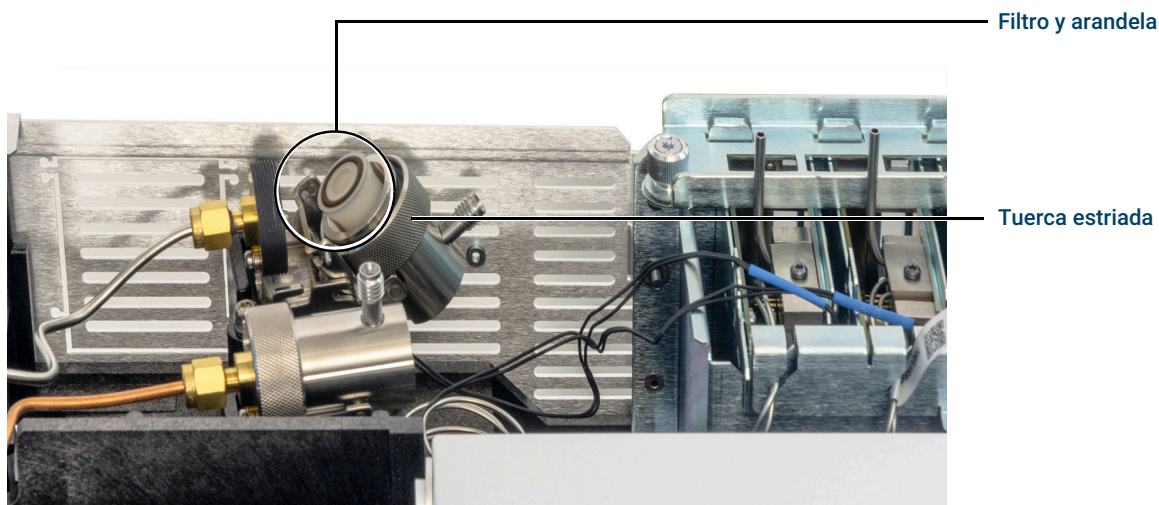

Figura 37. Deslice el conjunto de la trampa para dejar al descubierto el filtro
5. Deslice hacia atrás el conjunto de la trampa del soporte de montaje guiado e inclínelo hacia arriba para dejar al descubierto el filtro como se muestra en la Figura 37.